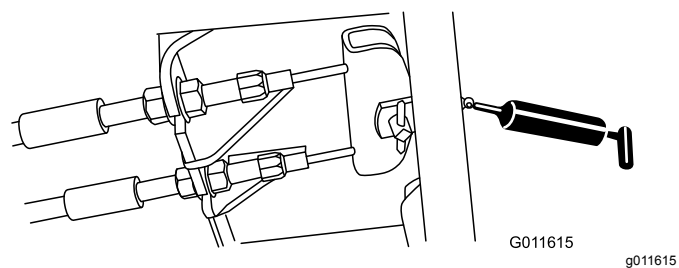

Рисунок 34
- Педаль тормоза (1 шт.) —Рисунок 34